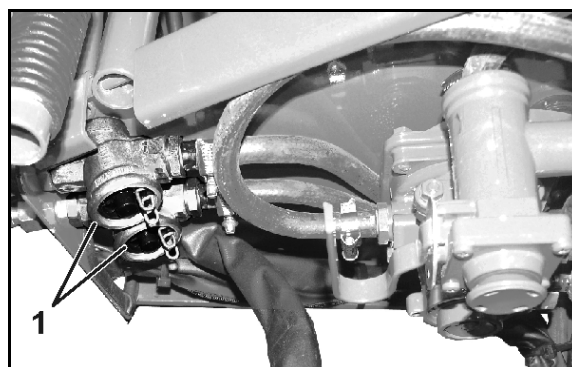

Fig. 159
1. Tryk lukkeanordningen på begge lasker sammen (Fig. 159/1).